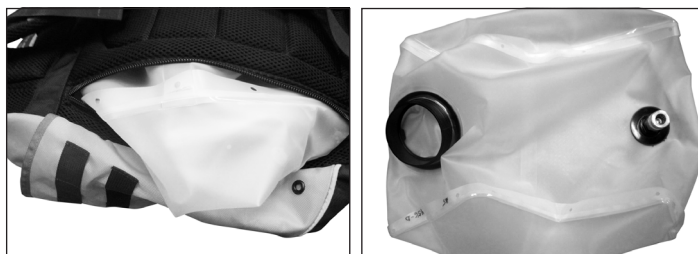

Figure 4.
4. Ouvrir les fermetures éclair à l'endos du sac à dos et retirer la doublure par cette ouverture. (Voir la Figure 4.)